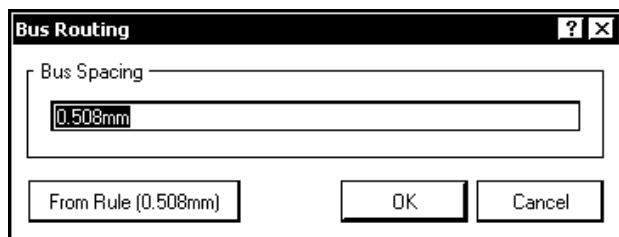

Рис. 6.10. Окно "горячего" редактирования ширины зазора
- Клавишей <Tab> активизировать "горячее" редактирование шага между проводниками трассы. В диалоговом окне **Bus Routing** (рис. 6.10) предлагается установить значение шага.